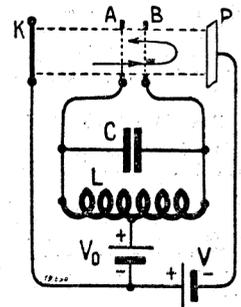

Fig. 9. — Montage auto-oscillateur par réflexion totale du faisceau électronique à vitesse modulée.
1. — AUTOGENERATEUR A REFLEXION TOTALE. La même électrode sert à la fois d'électrode de commande et d'électrode de sortie, comme l'indique la figure 9. Lorsqu'on excite le circuit oscillant monté entre A et B, les électrons franchissant B sont modulés en